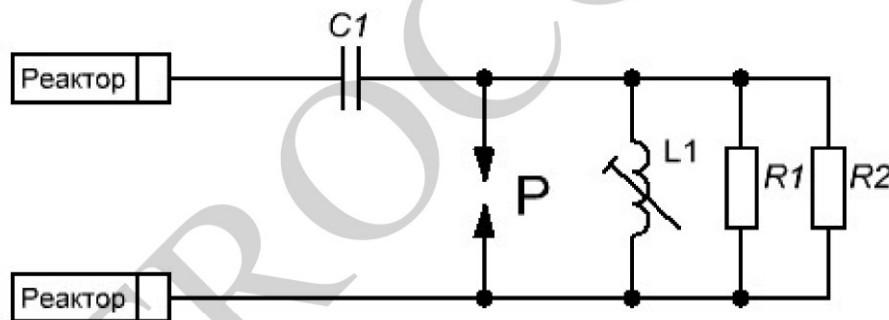

Рис. 1 – Схема электрическая принципиальная
2.3 Схема электрическая принципиальная приведена на рис. 1.